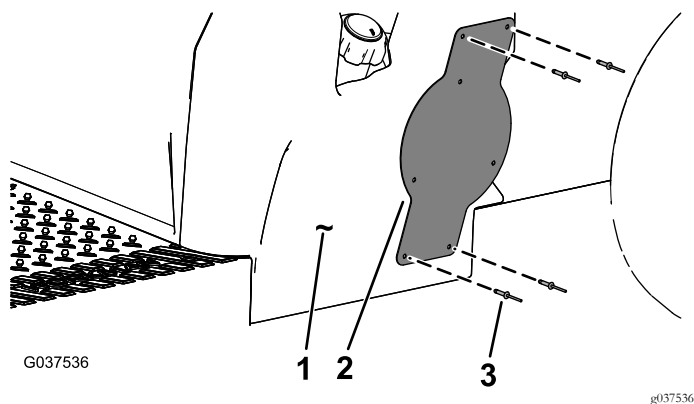

Figura 12
7. Instale o suporte de montagem da placa na lateral da base do banco utilizando quatro rebites cegos (3/16" x 29/32"), como se mostra na Figura 12.